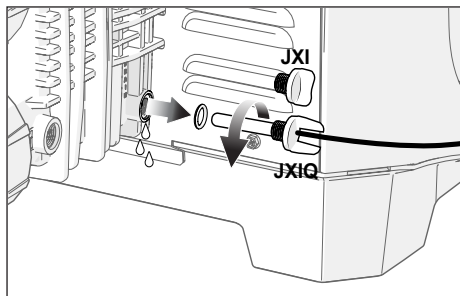

Figure 2. Collecteur de drainage
- (Optionnel) L'eau peut être vidangée du réchauffeur en retirant le bouchon de vidange et capteur de température externe sur les modèles JXiQ) au niveau du collecteur. Voir la *Figure 2*.